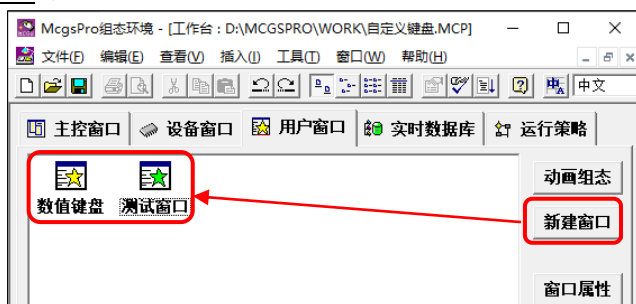

图 2.3-3 新建窗口
- ① 如图 2.3-3 所示，首先新建 2 个用户窗口，【数值键盘】窗口作为自定义键盘窗口；【测试窗口】窗口用于绘制输入框构件，测试自定义键盘弹出功能。注意将【测试窗口】设置为启动窗口（启动窗口设置参考进阶篇章节 2.1.1）：